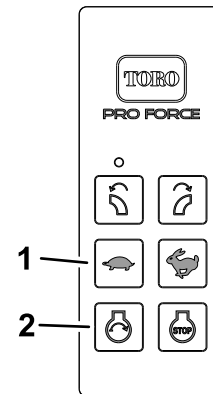

Figure 23
2. Pour ALLUMER ou ÉTEINDRE les projecteurs, appuyez sur les boutons de la télécommande manuelle (Figure 23) dans l'ordre suivant :